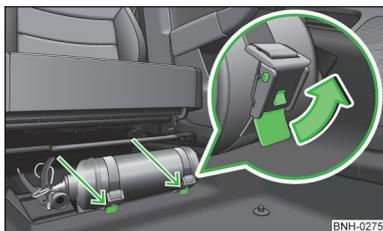

Fig. 148
- Aflojar ambas correas tirando de los seguros respectivos en la dirección de la flecha » fig. 148.